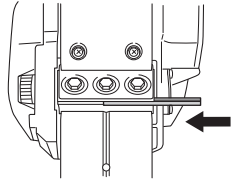

图 11
- (2) 如第 8 页的图 11 所示，使新的炭化刃在定位板 (B) 上移动并将其装上，使刀刃端会从刀刃座端伸出 1 mm。